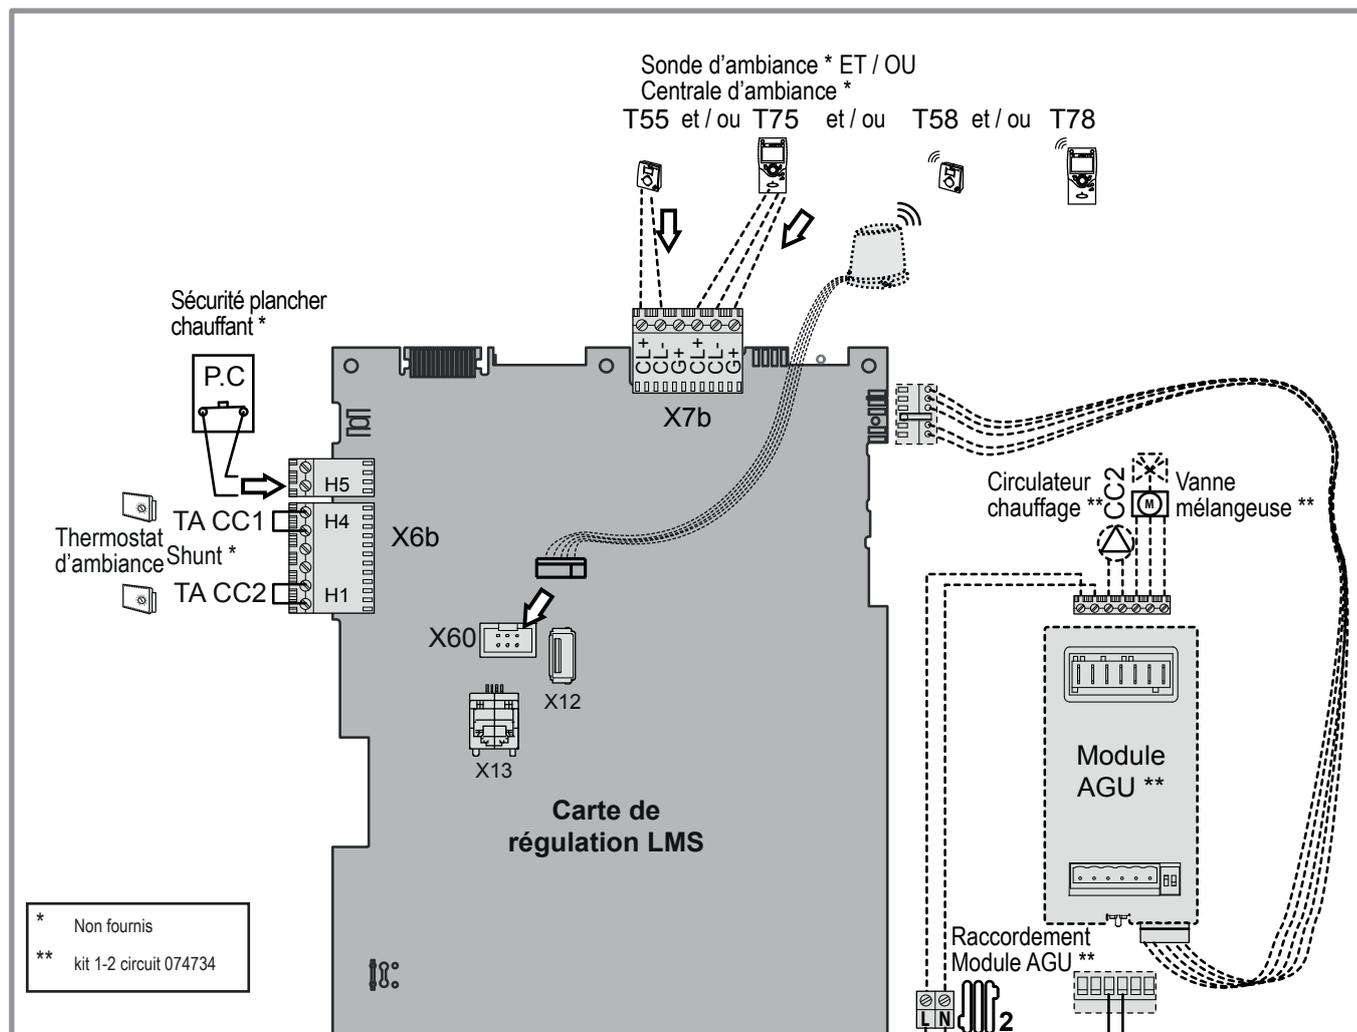

Figure 19 - Raccordements appareils d'ambiance sur la carte de régulation
- Sonde d'ambiance ou centrale ambiance (*Figure 18, et Figure 19, page 13*).